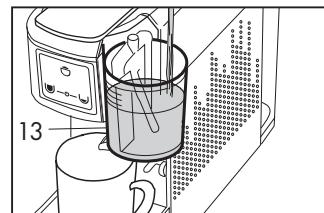
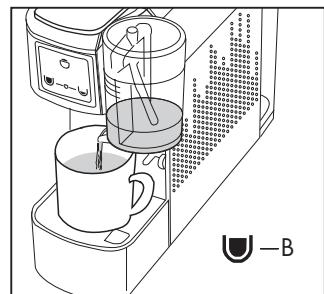

Fig. 22
Fig. 23
- Retire la tapa del vaso de leche (13) y llene el vaso con la leche con cuidado a no superar el nivel indicado (se aconseja una dosis de 90 cc de leche). **(Fig. 22)**
- Cierre el vaso de la leche (13) con la tapa. Si no se cierra el vaso con la tapa, la máquina no funciona.
- Pulse la tecla (B)  ; la máquina dispensará la crema de leche. **(Fig. 23)**
- Llene el vaso (13) con la cantidad de leche deseada, pulse y mantenga presionada la tecla (B)  para ajustar la dispensación de la leche caliente, suelte la tecla cuando se alcance la cantidad deseada, de este modo la dosis se guarda para las dispensaciones sucesivas **(Fig. 22)**